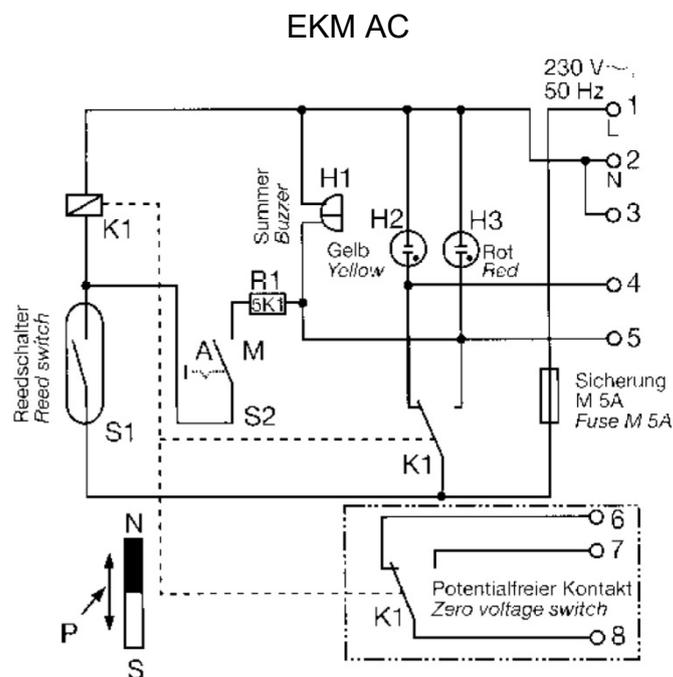

Abb. 5
(siehe Abb. 5)
**ELEKTRISCH:** Sämtliche elektrischen Anschlüsse erfolgen an der Klemmleiste (12). Zur Zugentlastung (13) wird das Kabel jeweils mit einer Schelle im Gehäuse befestigt. Die Anschlüsse erfolgen gemäß Schaltplan, der sich im Gerät befindet. Der Zugang zur Klemmleiste kann verbessert werden durch vorsichtiges Wegschwenken des U-Rohres, siehe Abb. 5. Nach Herstellung der elektrischen Anschlüsse den Gehäusedeckel wieder anschrauben und die unbenutzten Kabeldurchführungen mit den mitgelieferten Blindstopfen verschließen.